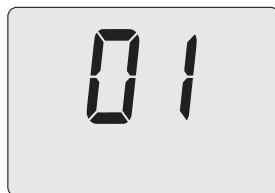

Figura 9.32
- Utilizzando i tasti 16 o 17 (Figura 9.21) è possibile modificare il valore del parametro A21 (Figura 9.32).